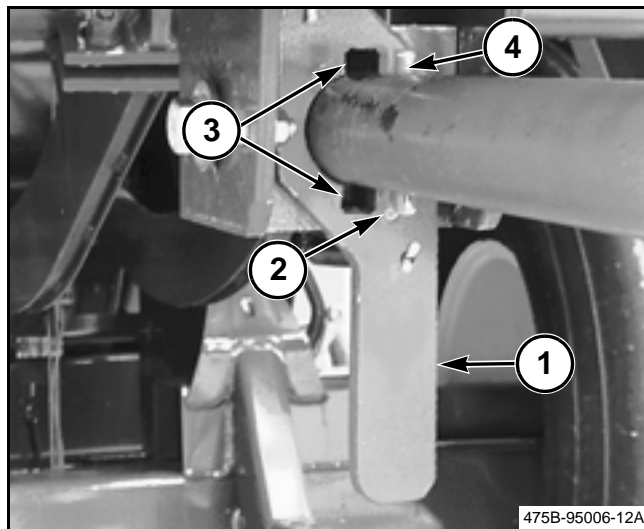

FIG. 50
FIG. 50: Tire de la palanca de levantamiento de la vertedera (1) hacia atrás y gírela hacia la izquierda a la posición desconectada. El tornillo con cabeza (2) de la palanca de levantamiento de la vertedera se debe asentar en el orificio para el tornillo con cabeza. Desconectar la palanca de levantamiento de la vertedera evitará que la vertedera se levante si el expulsor de fardos se desplaza sin control durante el enfardado.